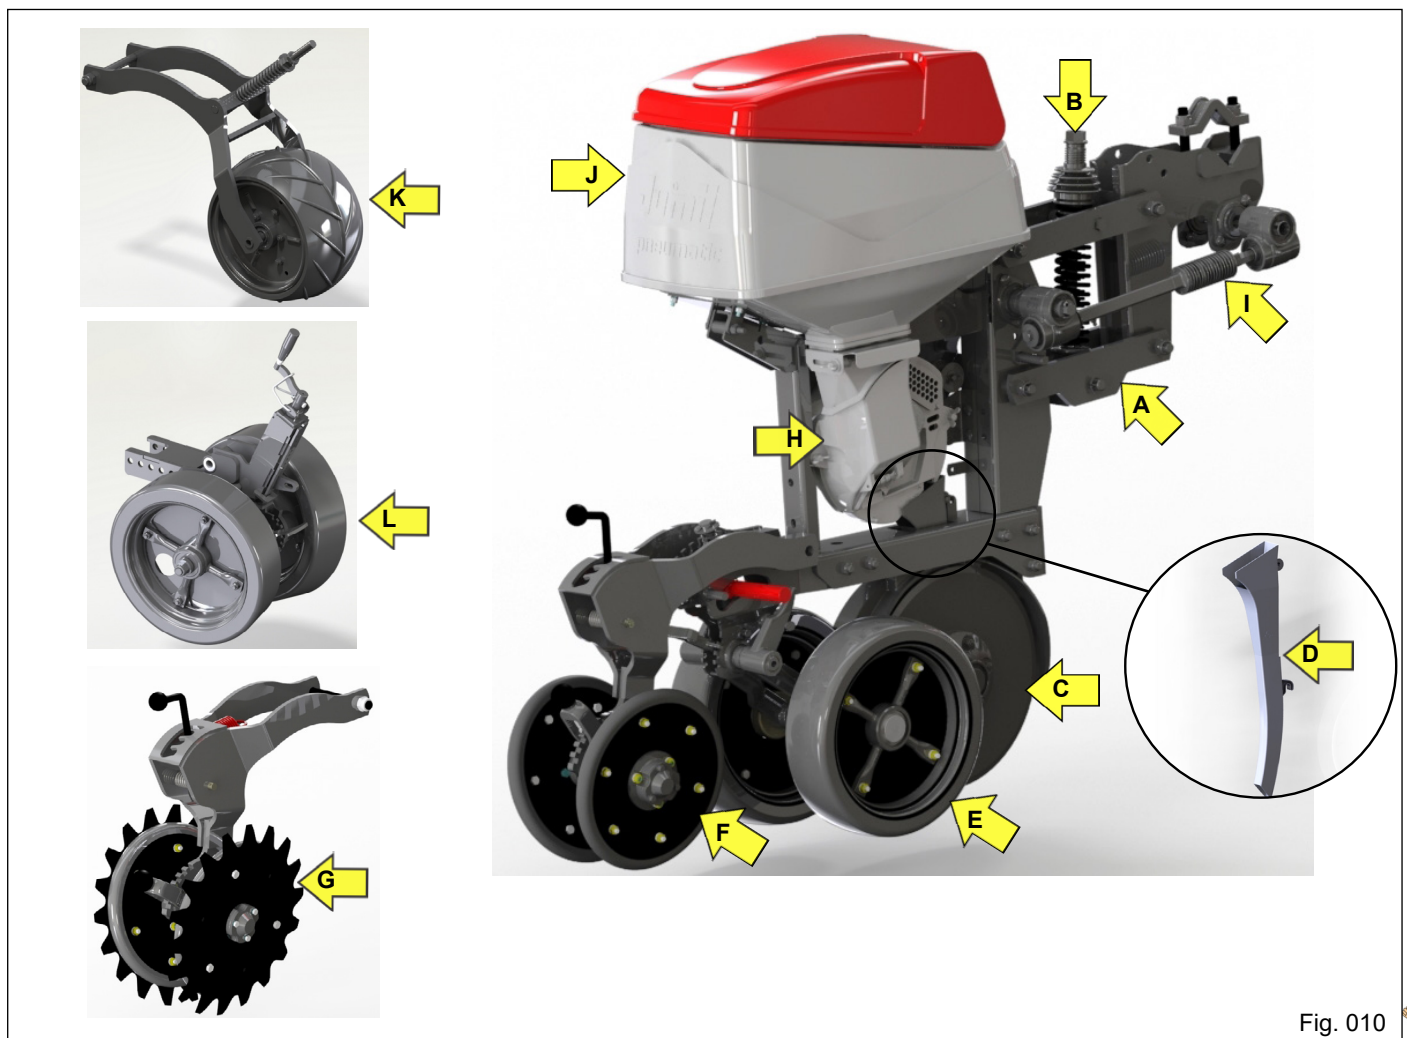

Fig. 010
Possui menor comprimento (Fig. 010), mais suavidade e estabilidade mesmo em terrenos irregulares. Montadas no tubo traseiro do chassi, ficam posicionadas desencontradas umas das outras. Possui:
- **Braços pantográficos:** Permitem que o disco duplo e bandas controladoras de profundidade trabalhem acompanhando a topografia do solo "A" (Fig. 010);
- **Haste reguladora de pressão:** Haste com mola e munhão para regulagem da pressão das unidades sobre o solo "B" (Fig. 010);
- **Discos duplos desencontrados:** Suporte de ferro fundido para fixação dos discos duplos e condutores de sementes. Disco plano liso de 14", montados desencontrados. Mancais blindados com maior vida útil "C" (Fig. 010);
- **Condutor de Semente:** material termoplástico, possui interior liso e antiaderente, que facilita a distribuição de sementes "D" (Fig. 010);
- **Controlador de Profundidade:** Sistema regulador de profundidade com 100 mm de curso, com regulagens de 10 em 10 mm e regulador para aproximar ou distanciar as bandas compactadoras do disco duplo "E" (Fig. 010);
- **Banda Compactadora:** Efetua a cobertura lateral do sulco e elimina bolsas de ar no sulco de plantio "F" (Fig. 010). Possui opcional com roda dentada "G" (Fig. 010);
- **Distribuidor de Sementes:** Tradição em distribuição com ajuste de singulação linha a linha. "H" (Fig. 010);
- **Cardan Telescópico:** Efetua o acionamento do sistema distribuidor de sementes. Composto com coifa de proteção contra impurezas no trabalho "I" (Fig. 010);
- **Depósito de Semente:** Depósitos individuais de semente, um para cada linha, com capacidade de 55 litros. Material termoplástico com alta durabilidade e resistência a altas temperaturas "J" (Fig. 010).